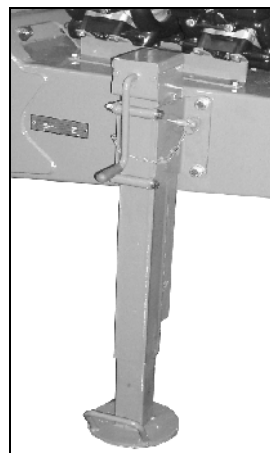

Fig. 44
- Sapata de estabilização baixada (Fig. 44) com a máquina desacoplada.